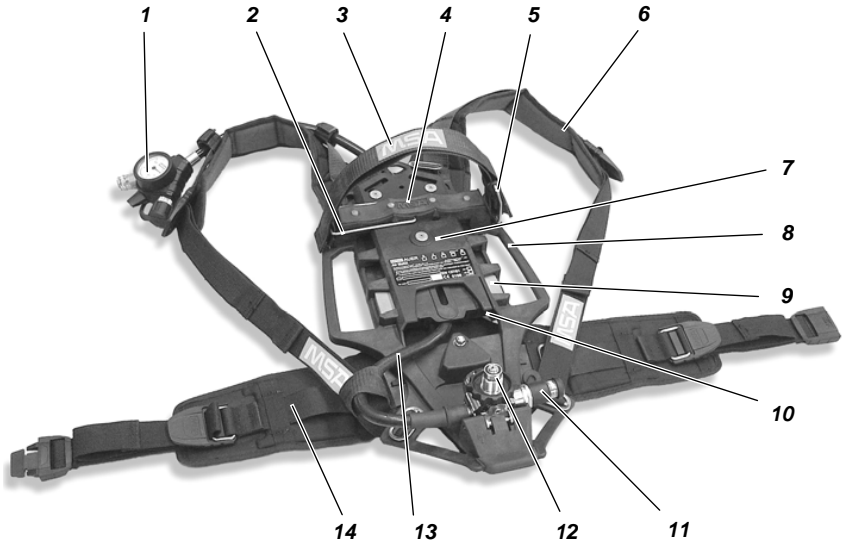
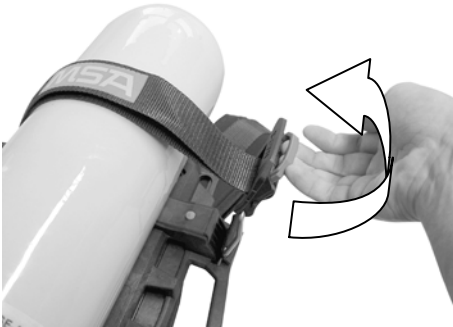

Fig. 1 AirMaxx SL appareil respiratoire à air comprimé.
Fig. 8 Démontage des Bouteilles d'Air Comprimé
- (1) Placez l'appareil à air comprimé horizontalement de sorte que sa partie arrière soit située vers le haut (voir Fig. 1).
- (2) Placez le séparateur de bouteilles (2) en position horizontale contraire au système de serrage (5) jusqu'à ce qu'il se bloque.
- (3) Vérifiez le bon état du joint du détendeur de haute pression (12).
- (4) Ouvrez le système de serrage de la sangle de bouteille en éliminant toute tension, tirez sur le séparateur et étirez la sangle (Fig. 8).
- (5) Enfoncez la bouteille d'air comprimé dans la sangle de bouteille (3) avec le robinet de la bouteille placé vers le détendeur de pression, de sorte qu'elle repose sur le support central (4).
- (6) Le cas échéant, vissez le robinet de la bouteille sur le détendeur de pression et placez l'appareil respiratoire à air comprimé avec son robinet dans une position verticale.
- (7) Fixez la sangle de la bouteille sur l'extrémité libre.
- (8) Vérifiez que la bouteille d'air comprimé est fermement fixée, resserrez-la au besoin.
- (9) Enfoncez le système de serrage jusqu'à ce qu'il se bloque.
- (10) Fixez l'extrémité de la bande de fixation de la bouteille sur une bande Velcro.
- (11) Ouvrez rapidement le robinet de la bouteille et vérifiez que l'air circule librement, revissez-le au besoin.
- (1) Placez l'appareil à air comprimé horizontalement de sorte que sa partie arrière soit située vers le haut (voir 1).
- (2) Enfoncez le séparateur de bouteilles (2) en position verticale jusqu'à ce qu'il se bloque.
- (3) Si aucune pièce en T n'est connectée au détendeur de pression (12), vérifiez les joints du détendeur de pression et sur la pièce en T puis vissez la pièce en T.
- (5) Enfoncez une bouteille d'air comprimé sur la sangle de bouteille avec le robinet de la bouteille placé vers la pièce en T qui repose sur l'un des supports extérieurs.
- (6) Vissez légèrement le robinet de la bouteille sur la pièce en T.
- (7) Enfoncez une seconde bouteille d'air comprimé dans la sangle de bouteille avec le robinet de la bouteille placé vers la pièce en T qui repose sur l'autre support extérieur.
- (8) Vissez légèrement le second robinet de la bouteille sur la pièce en T.